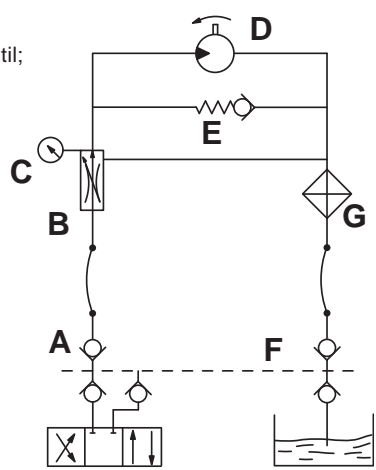

fig. 47
- **Ölversorgung:** Die Angaben der Übersichtszeichnung in Abb. 47 beachten. Die öldynamischen Schläuche unter Befolgen der an jedem Schlauch angebrachten Anleitungen korrekt an den Verteilern des Schleppers anschließen.
Bei abgeschaltetem Motor und sicher gebremstem Schlepper alle Schnellkupplungen einstecken. Den Motor starten und die Hydraulik einige Minuten lang bei Leerlaufdrehzahl betätigen. Den Druck dabei konstant halten, um Drehzahlschwankungen des Gebläses zu vermeiden. Den Druck erst regulieren, nachdem das Öl seine Betriebstemperatur erreicht hat und keine Drehzahlschwankungen des Gebläses mehr auftreten. Falls das Anbaugerät an verschiedenen Schleppern - daher also auch mit unterschiedlichen Steuergeräten und Ölsorten - betrieben wird, muß diese Einstellung an jedem Schlepper neu vorgenommen werden. Bei den Schleppern mit Verstellförderpumpe (geschlossener Hydraulikkreis) mit Öldruckregler ist der 3-Wege-Regler (B, Abb. 47) vollständig zu öffnen und bei niedrigem Öldruck ist der interne Regler des Schlepperkreises dann schrittweise zu öffnen, bis der gewünschte Druck, der auf dem Manometer (C, Abb. 47) angezeigt wird, erhalten wird.